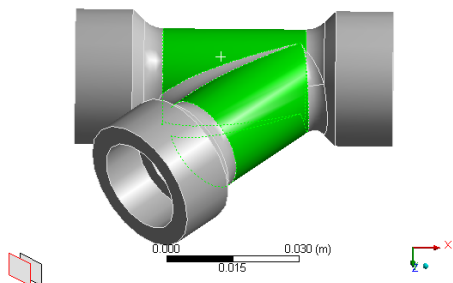

图 4-48 选择面
- 步骤 03** 单击图形工具栏中选择模式下的 **Single Select** “Single Select”（点选）按钮，然后单击“选择面”按钮 ，单击选择如图 4-48 所示的面。